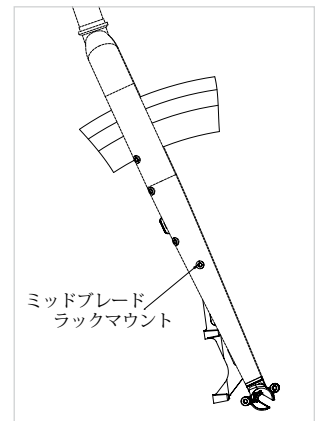

図 2
- フォーク中ほどにラック取り付け用小物が必要です(図2)。